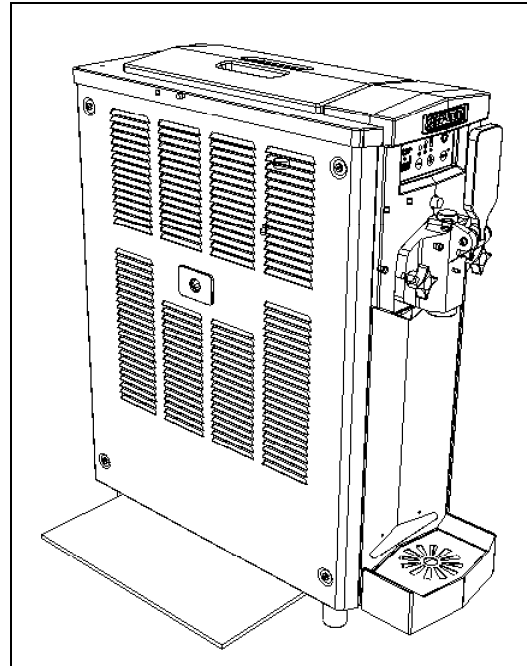

Fig. 35
- Retirer le filtre, en l'ôtant par le bas de la machine comme montré sur la figure 35.